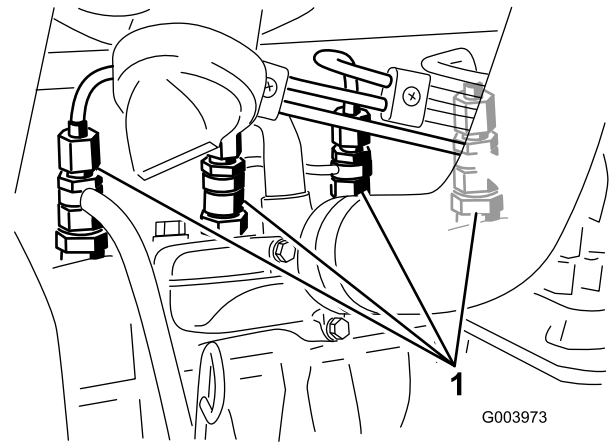

Figure 37
- Desserrez le raccord entre l'injecteur n° 1 et le porte-injecteurs (Figure 37).